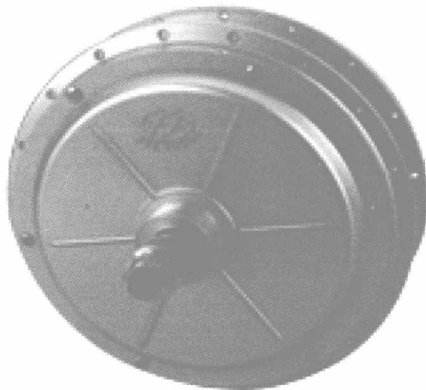
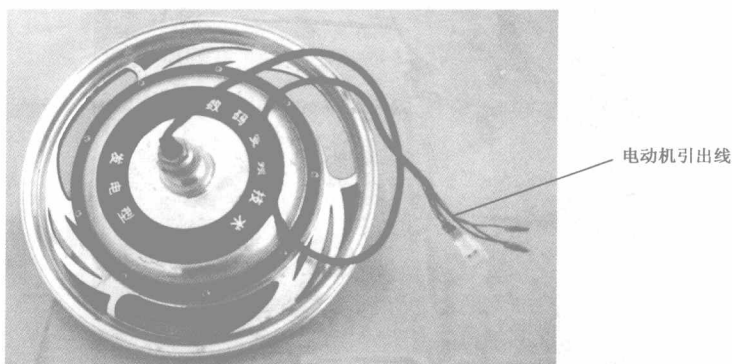

图2-1 有刷直流电动机
图2-2 无刷直流电动机
(2) 按直流换向分类的电动机实物，如图 2-1~图 2-2 所示。